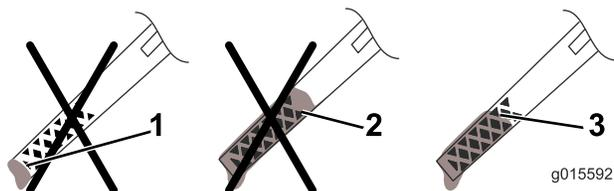

Figura 12
5. Retire la varilla y compruebe el nivel de aceite en la varilla (Figura 12).